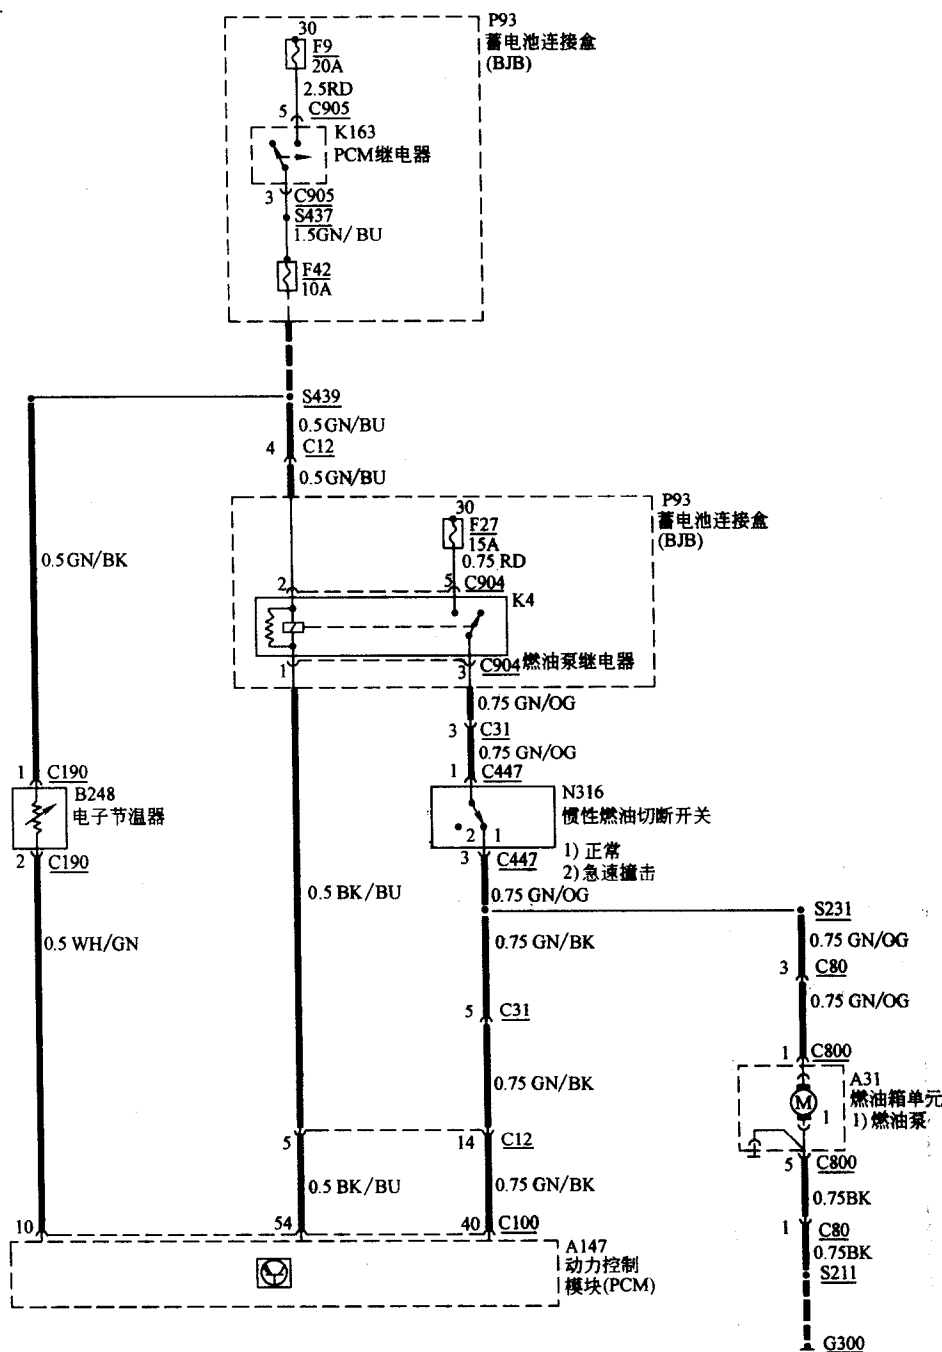

图 1-8 惯性燃油切断开关、燃油泵和电子节温器的控制电路
(8) 惯性燃油切断开关、燃油泵和电子节温器的控制电路如图 1-8 所示。